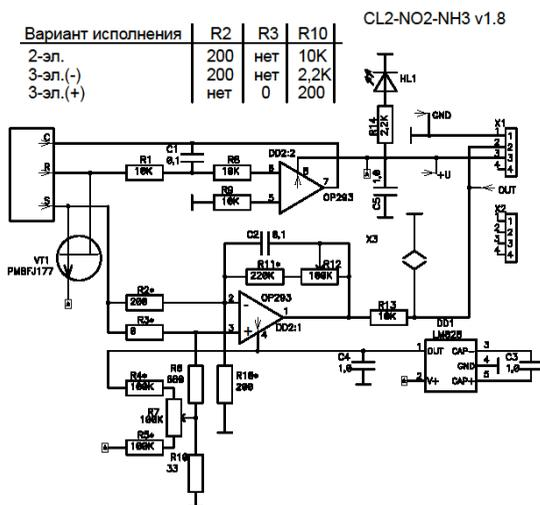

Рис. 3
- Плата для электрохимических сенсоров (маркировка CL2-NO2-NH3) – используется во всех ГС на токсичные газы. Принципиальная схема показана на рис.3, расположение элементов – на рис. 3а. Схема имеет 3 варианта – для 2-электродных сенсоров (CO фирмы Sixth Sense, H₂CO фирмы Dart Sensors), 3-электродных с отрицательным выходным сигналом (NH₃, CO, H₂S, HCl, H₂CO, NO) и 3-электродных с положительным выходным сигналом (Cl₂, NO₂). Для CH₃OH используются сенсоры H₂CO.
Рис. 3а